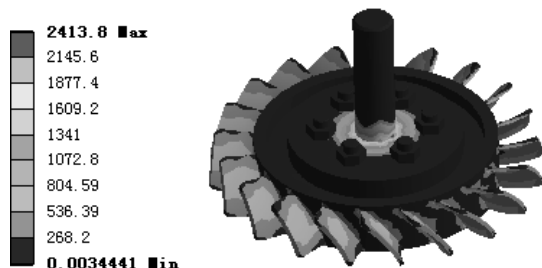

图 7.6.12 应力结果图解
(1) 求解分析。在顶部工具栏中单击  按钮求解分析。
(2) 查看应力结果图解。在“Outline”窗口中选中  Equivalent Stress，查看图 7.6.12 所示的总应力结果，其最小应力为 3.4441e-003 MPa，其最大应力为 2413.8MPa。